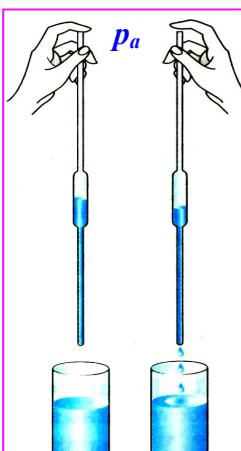

Рис. 51.3. Прибор для взятия проб жидкости.
4. На рис. 51.3 изображен прибор *ливер*, служащий для взятия проб различных жидкостей. Ливер опускают в жидкость, затем закрывают пальцем верхнее отверстие и вынимают из жидкости. Когда верхнее отверстие открывают, из ливера начинает вытекать жидкость. Проделайте опыт и объясните действие этого прибора.